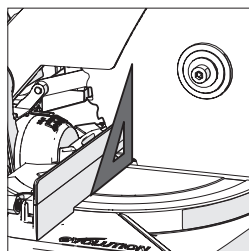

Fig. 9
- Coloque o lado mais curto do esquadro na mesa de forma a que o outro lado mais curto fique contra a lâmina (evitando as pontas dos dentes da lâmina TCT) (**Fig. 9**).